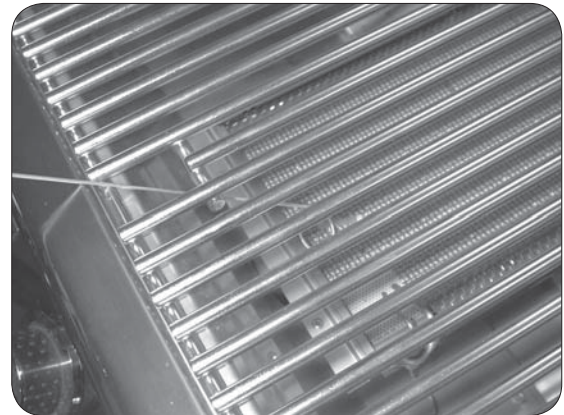

Fig. 22-2 - Éclairage manuel
2. Insérez un allumeur brûlant de butane de long-baril, une allumette brûlante de long-tige, ou une allumette brûlante tenue par un support de prolongation de fil par la grille à cuire s'ouvrant au dessus du brûleur (fig. 22-2).
4. Si le brûleur ne se allume pas dans les cinq (5) secondes de tourner le bouton de commande, enfoncez immédiatement le bouton et tournez la valve à AU LOIN. **ATTENDEZ CINQ (5) MINUTES** avant de répéter les étapes 2 à 4 des instructions manuelles d'éclairage.